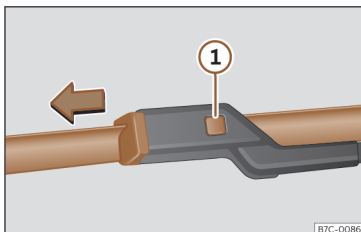

Fig. 45 Substituição das escovas do limpa-para-brisas.
- Mantenha pressionado o botão de desbloqueio >>> **Fig. 45** ❶ puxando ligeiramente pela escova no sentido da seta.